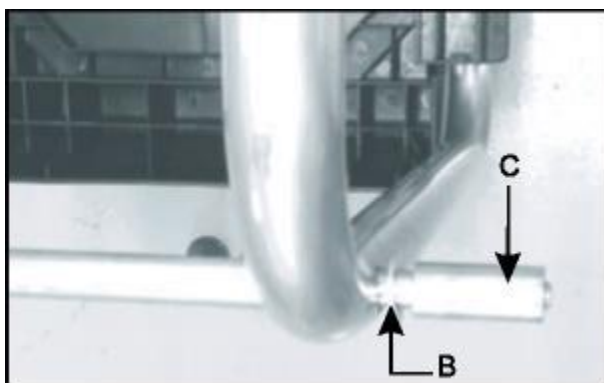

Bild 1B
1. Placera den medföljande brickan (B) och hylsan (C) på hjulaxeln. (Bild 1B)